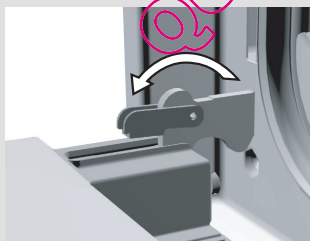
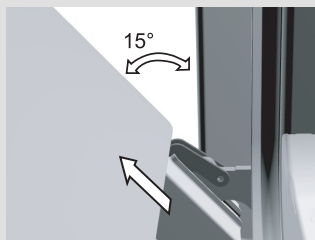

Figure 1
Figure 3
- Ouvrez complètement la porte du four et faites pivoter entièrement les butées – s'applique au système de fermeture conventionnel (Figure 1).
- Ouvrez complètement la porte du four et faites pivoter les loqueteaux vers l'avant (figure 1). Puis fermez lentement la porte jusqu'à ce que les loqueteaux soient en appui contre les supports. Lorsque la porte forme un angle de 15° par rapport à sa position fermée, soulevez-la légèrement et deboîtez-la des supports des charnières (figure 3).